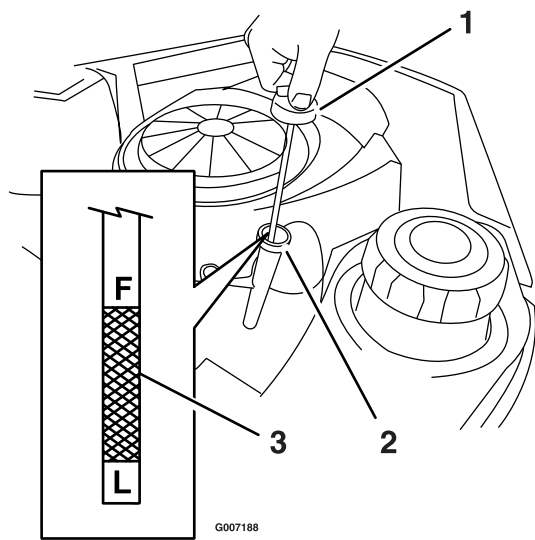
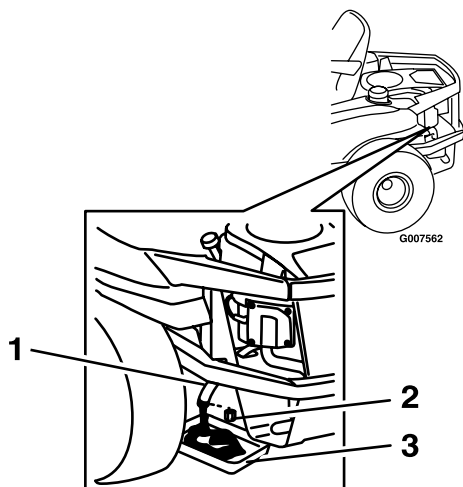

Figure 25
Figure 27
4. Enlevez le bouchon de remplissage/la jauge de niveau d'huile et essuyez-la sur un chiffon. Remettez la jauge en place en l'enfonçant au maximum (Figure 25).
sous la machine, juste sous l'orifice de vidange du châssis, comme illustré à la Figure 27
- Enlevez le bouchon de vidange d'huile (Figure 27). Enlevez le bouchon de remplissage/la jauge (Figure 25).
- Quand la vidange d'huile est terminée, remettez en place le bouchon de vidange. Serrez le bouchon à 14 Nm (125 po-lb). Essuyez l'excédent d'huile sur le châssis (Figure 27).
jusqu'à ce que le joint soit en appui contre le socle, puis donnez de 1/2 à 3/4 tour supplémentaire (Figure 27).
- Vérifiez le niveau d'huile (Figure 25) (voir Contrôle du niveau d'huile).